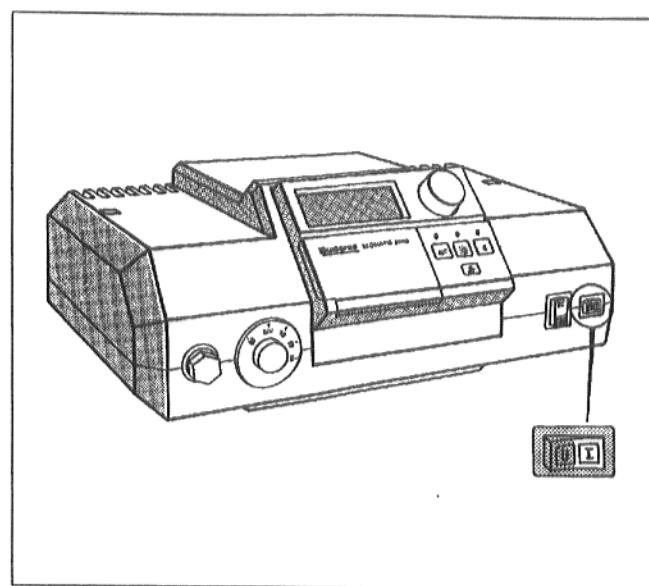

Рис. 4: Включение газовой горелки
- Установить переключатель "Работа" (Рис. 4) в положение I (ВКЛ).
- Установить переключатель "Работа" (Рис. 4) в положение 0 (Выкл).